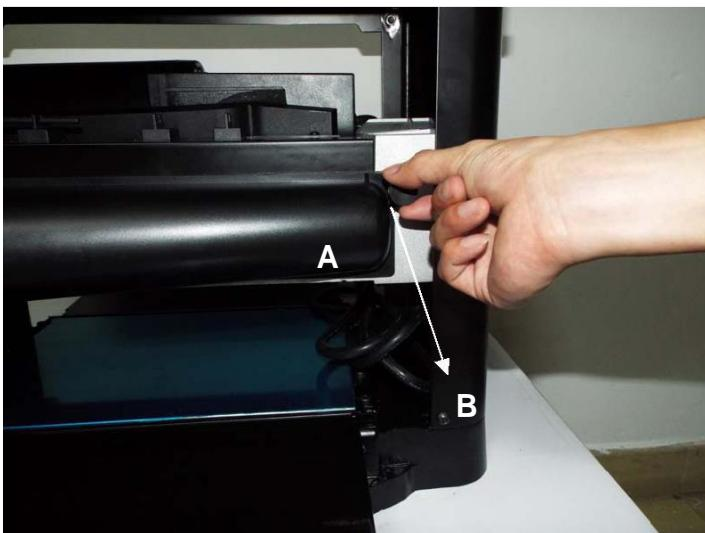
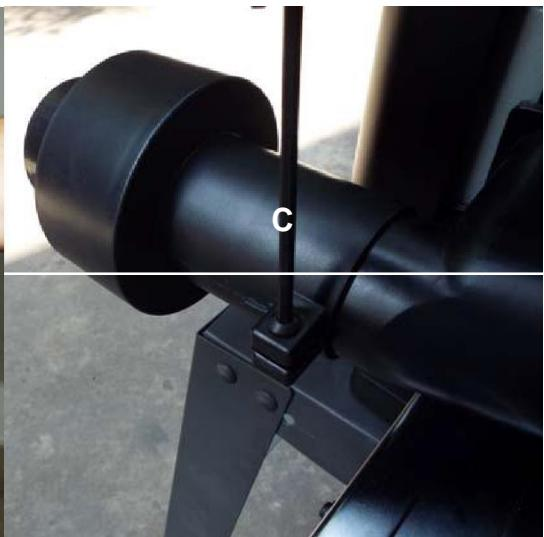

FIG 2A
FIG 2B
1. Montez la sortie poussièrre de 50,8mm (A) à l'arrière de la machine en utilisant 2 vis papillon (B). VOIR FIG 2A. Si nécessaire pour un tuyau d'aspiration de 63,5 ou 101,6mm, monter l'adaptateur d'aspiration à l'aide de la clé six pans fournie (C). VOIR FIG. 2B.